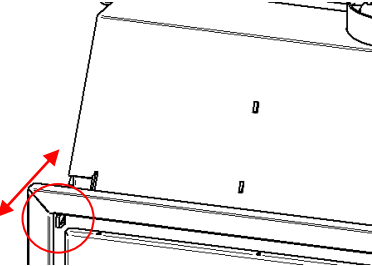

Imagen 3
- Serie Hidro: Los equipos incluidos en la serie Hidro poseen este sistema incorporado en la salida de humos y su regulación puede ser visualizada en la parte izquierda-superior de nuestro equipo. Debemos tener en cuenta que la regulación de la misma la deberemos realizar tirando o empujando de la "palanca" predispuesta para este fin, abriendo el sistema cortatiros cuando extraemos la "palanca" y cerrándolo a medida que lo empujamos (Imagen 3).